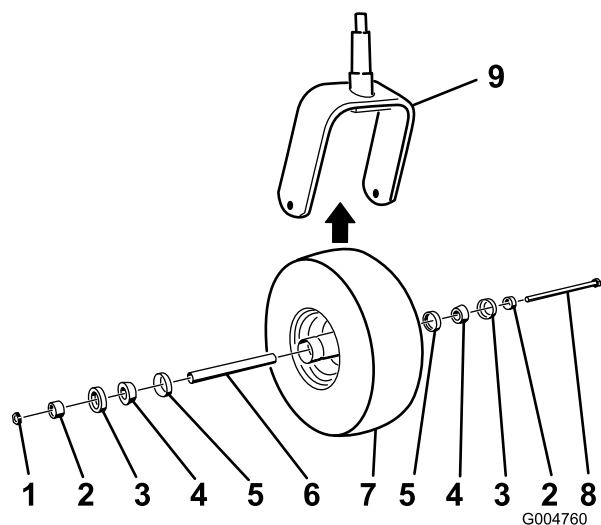

Figura 54
2. Retire la contratuerca del perno que sujeta el conjunto de la rueda giratoria en la horquilla (Figura 54).
5. Ensamble la rueda giratoria presionando los cojinetes cónicos y las juntas, llenos de grasa, sobre el cubo de la rueda, según se muestra en Figura 54.